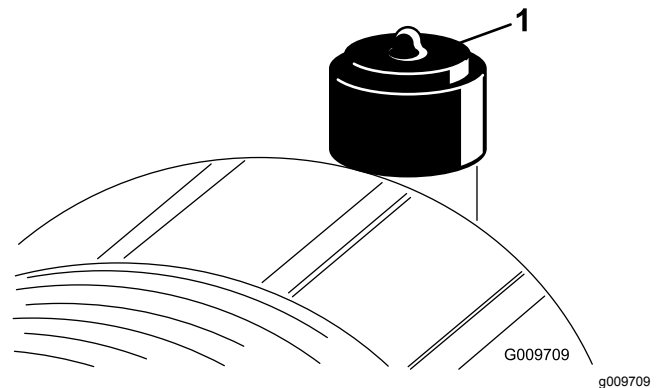

Bild 44
- Tauschen Sie den Luftfiltereinsatz aus, wenn der Luftfilteranzeiger (Bild 44) rot ist. Reinigen Sie den Luftfiltereinsatz nicht übermäßig.